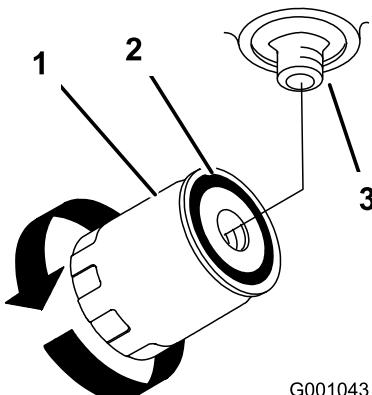

図 77
4. オイル・フィルタを外し、フィルタのアダプタのガスケットの表面をきれいに拭く（図 77）。
6. アダプタにフィルタを取り付ける。ガスケットがアダプタに当たるまで手でねじ込み、そこから更に1/2回転増し締めする（図 77）。